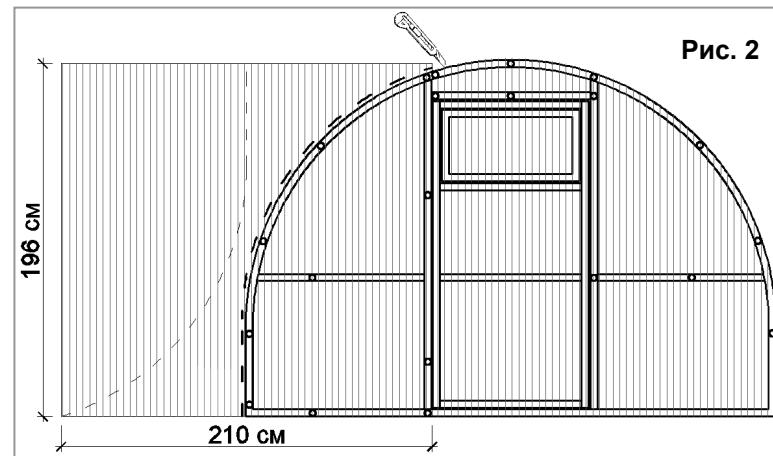

Рис. 2
5.1.3. С втората част от поликарбоната (размер 196x210 см) покрите оставащата част от челния панел. Закрепете със самонарезни винтове и изрежете равно по дъгата. Оставащият поликарбонат използвайте за покриване на втория член панел, както е показано на рис.2